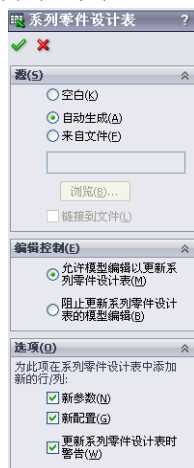

图 8-5 “系列零件设计表”属性管理器
(1) 选择菜单栏中的“插入”→“表格”→“设计表”命令, 系统弹出“系列零件设计表”属性管理器, 如图 8-5 所示。在“源”选项组中点选“空白”单选钮, 然后单击  (确定) 按钮。